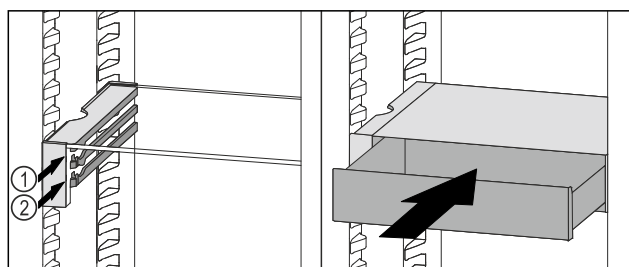

Fig. 61
- ▶ Predal VarioSafe namestite za zaustavljalnimi elementi na željeni nastavek Fig. 61 (1) ali Fig. 61 (2).